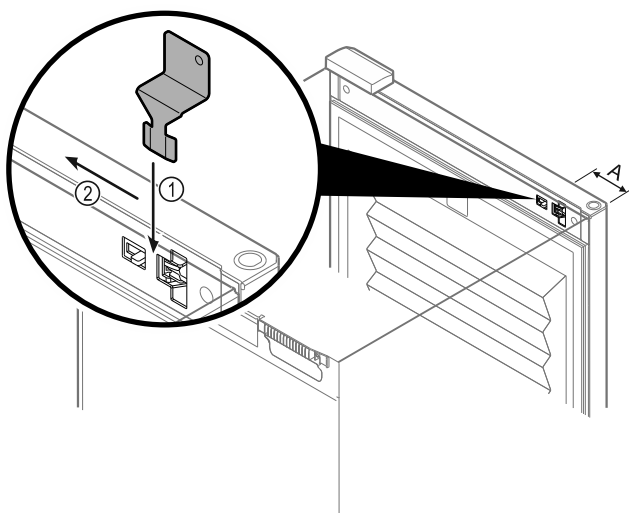

Fig. 218
- ▶ Noodontgrendelings sleutel in voorgeschreven positie positioneren Fig. 218 (A) \approx 100mm.
- ▶ Noodontgrendelings sleutel tussen deur en apparaat er van boven helemaal insteken Fig. 218 (1).
- ▶ Noodontgrendelings sleutel richting scharnierzijde trekken Fig. 218 (2).